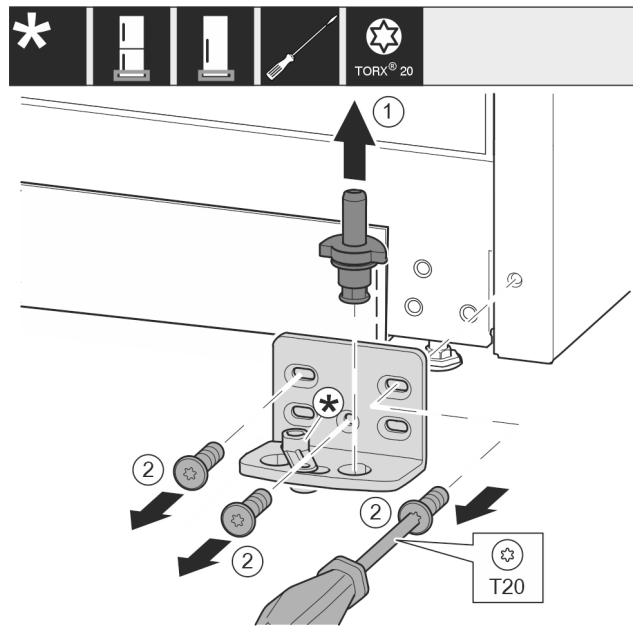

Fig. 13
- ▶ Kompletną płytkę zawiasu wyjąć w górę. Fig. 13 (1)
- ▶ Śruby wykręcić przy pomocy śrubokręta T20 i zdjąć płytkę zawiasu. Fig. 13 (2)